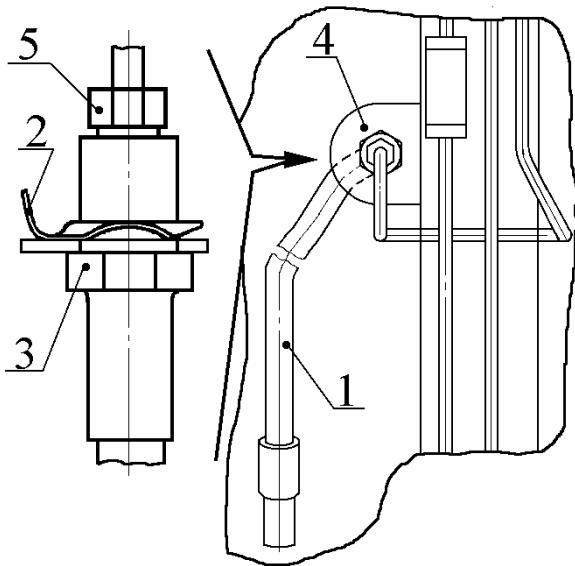

Рис.8. Отсоединение шланга передних тормозов:
4.9.2. **Отсоединить левый шланг 1** (рис. 8) **передних тормозов**, сняв скобу 2 крепления штуцера 3 шланга к кронштейну 4 пола и вывинтив соединительную гайку 5